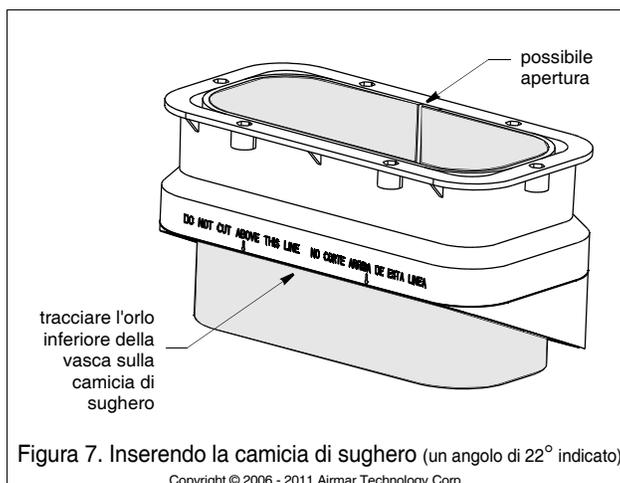

Figura 7. Inserendo la camicia di sughero (un angolo di 22° indicato)
4. La vasca é dotata di una camicia di sughero al fine di diminuire gli echi sonori. Dopo che la vasca é stata tagliata, avvolgete la camicia di sughero lungo l'interno della vasca (vedi la Figura 7). Fate combaciare i lati della camicia lungo il centro del lato più alto. Tracciate l'orlo inferiore della vasca sulla camicia.